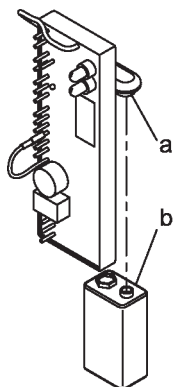

Abb. 4: Batteriewechsel
4. Neue Batterie in den Anschlussclip einsetzen (siehe Abbildung 4).